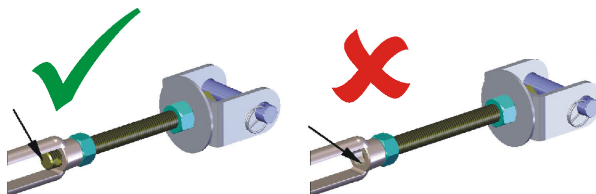

Fig. 4.1 - Verificação do tensor
- Tensor - todos os parafusos e pinos deverão estar presentes não podendo estar danificados ou deformados, as contraporcas deverão estar apertadas, as extremidades das rocas deverão estar aparentes. (fig. 4.1)